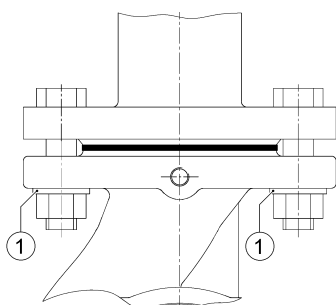

Fig. 12: Installation med kombiflans
- De medföljande brickorna (fig. 12, pos. 1) måste användas mellan skruv-/mutterhuvudet och kombiflansen.